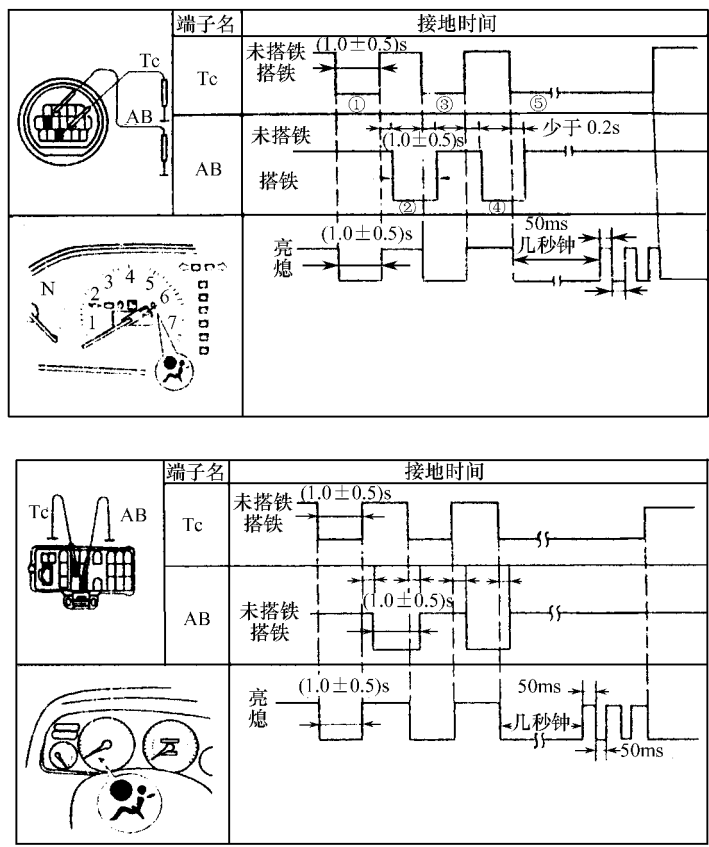

图 7-1 故障码“41”的清除程序图解
- 3) 如图 7-1 所示,先将 Tc 端子搭铁 1s 后取开,并在 0.5s 内将 AB 端子搭铁 1s；
故障码清除后,SRS 电脑会记录 41 号故障码,此时应按图 7-1 所示方式清除。